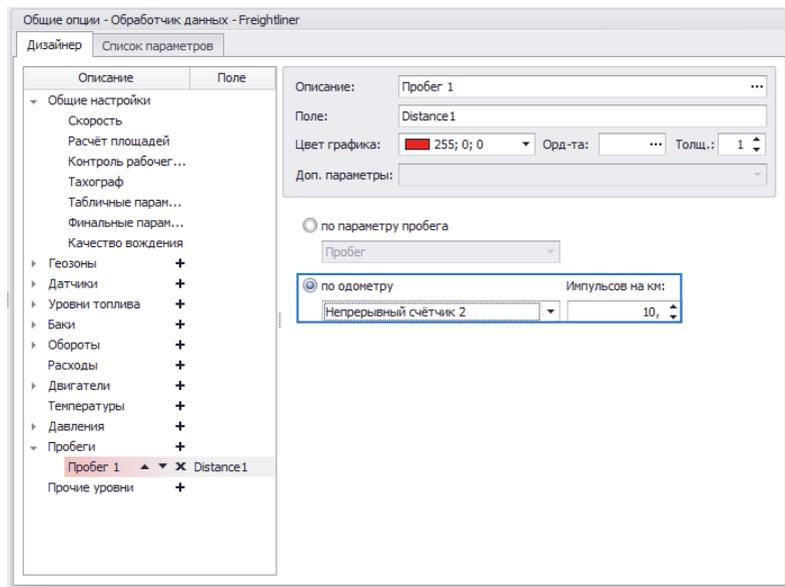

Рис.68. Расчет пробега по показаниям одометра.
**2. по одометру (Рис.68)** – показания пробега согласно одометру ТС. Такая настройка может использоваться, если цифровой вход контроллера «АвтоГРАФ» подключен к импульсному выходу одометра ТС.